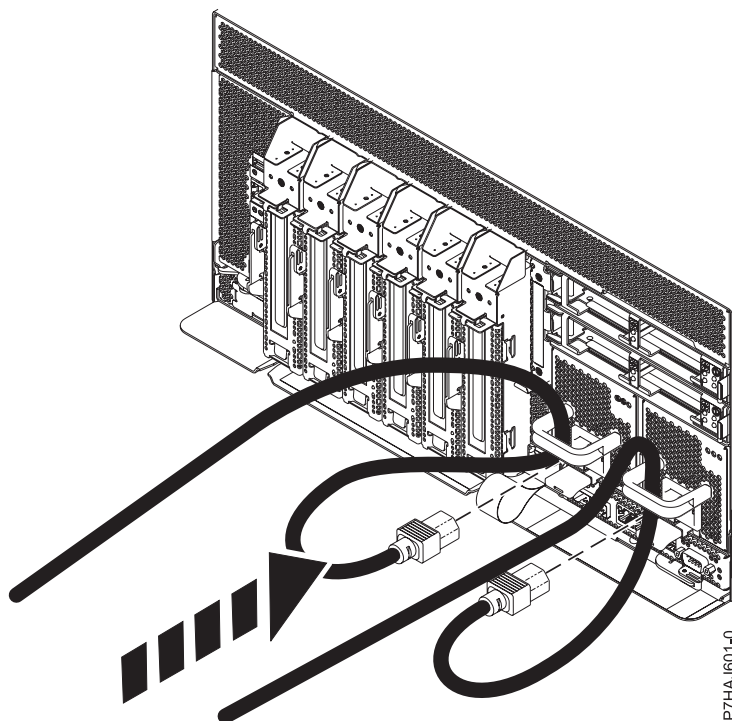

Figure 13. Connexion des cordons d'alimentation
2. Reconnectez le cordon d'alimentation à l'unité centrale comme illustré dans la figure 13, à la page 27. Vérifiez que les cordons d'alimentation passent par les poignées.